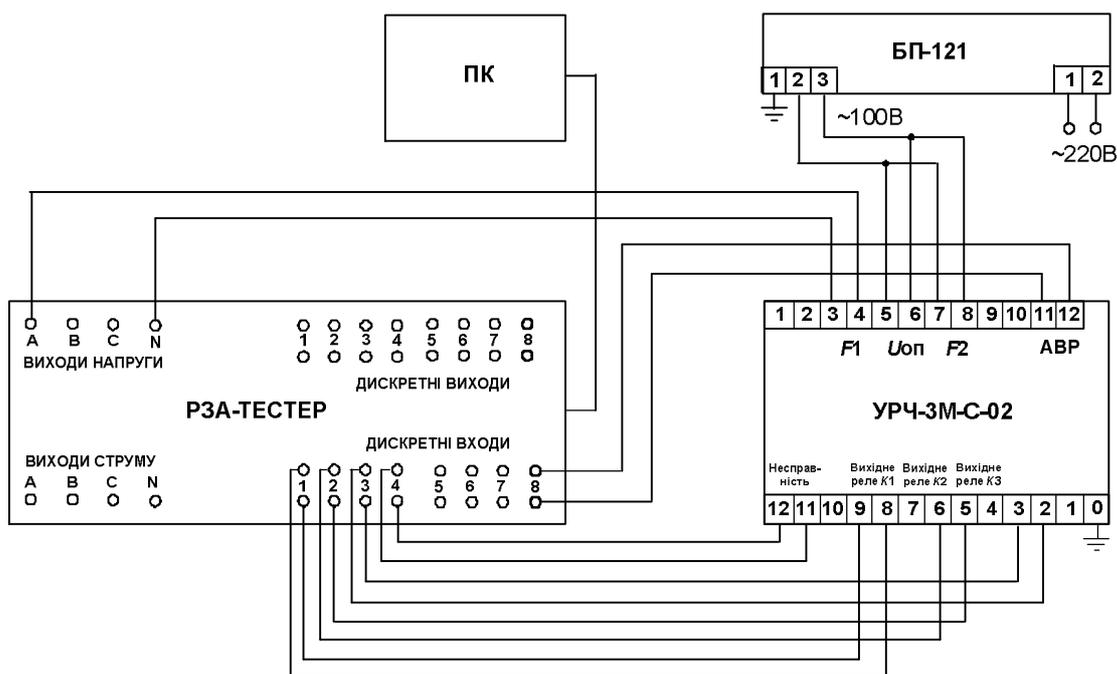

Рис. 8.3. Схема проверки устройства УРЧ-3М-С-02
Для проверки реле частоты (далее "РЕЛЕ") собрать схему (рис. 8.3).
3. От устройства БП-121 подать на вход "F2" "РЕЛЕ" напряжение 100 В частотой 50 Гц, а на вход реле "F1" от "УСТРОЙСТВА" подать напряжение 100 ± 20 В частотой $(50 \pm 0,5)$ Гц согласно схемы рис. 8.3.